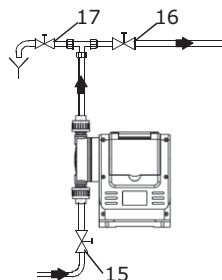

Рис. 18 Начальный пуск
- Откройте всасывающий и нагнетательный запорные клапаны (15, 16), если они установлены (см. рис. 18).
- Откройте клапан удаления воздуха (17), если он установлен на линии нагнетания или понизьте давление в линии нагнетания так, чтобы перекачиваемая среда могла вытеснить без преодоления противодействия.
- Закройте клапан удаления воздуха (17), если он установлен.